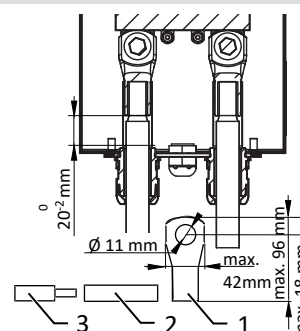

Abb. 27: DC-Leitung konfigurieren
- WARNUNG! Kurzschlussgefahr durch fehlerhafte Dimensionierung des Kabelschuhs! Für die Auswahl die Abmessungen beachten.** [Siehe Abbildung 27 ► Seite 28]